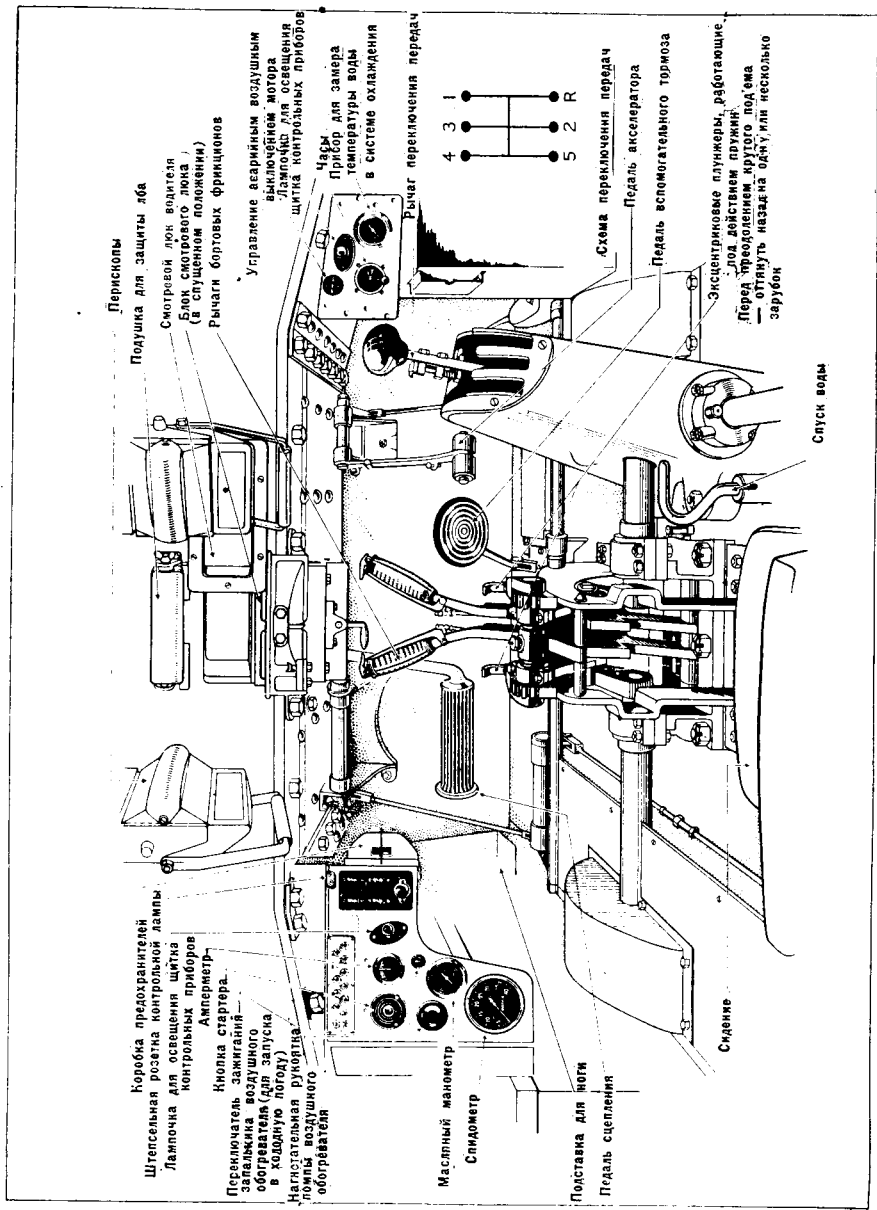

Рис. 6.
3. Расположение педалей, рычагов, тяг и контрольных приборов управления (рис. 6).